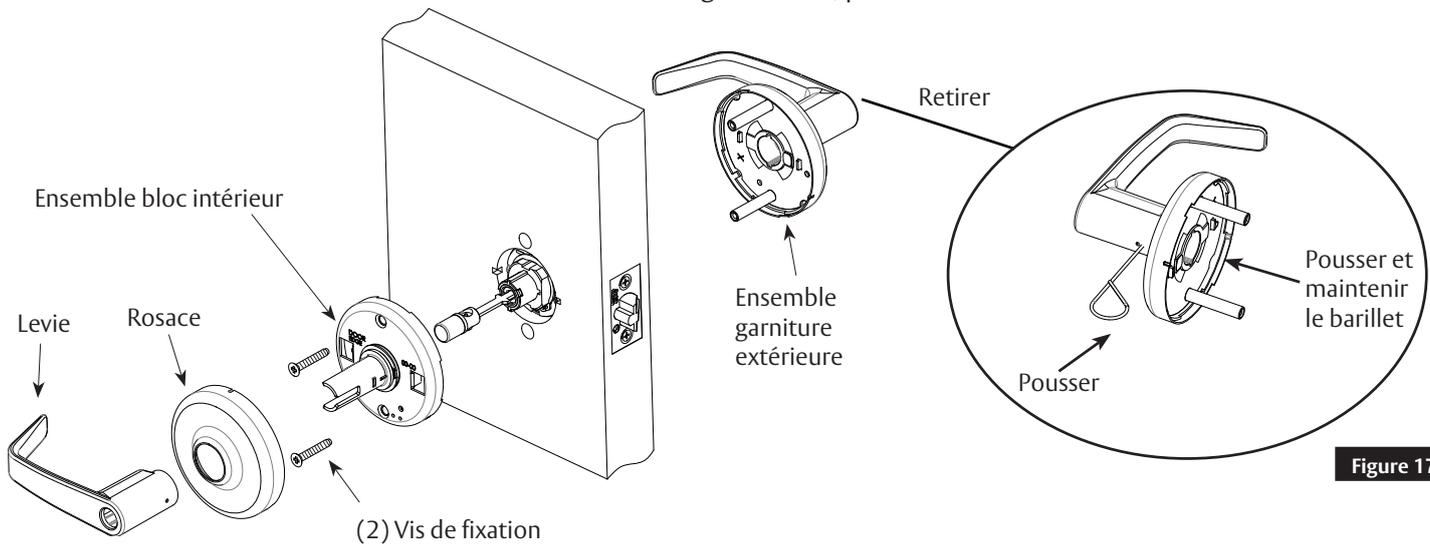

Figure 17
3. Desserrez les vis de fixation (2) et l'ensemble bloc interne.
5. Poussez et maintenez le barillet en arrière (situé à l'intérieur de l'ensemble garniture extérieure). Voir figure 17.